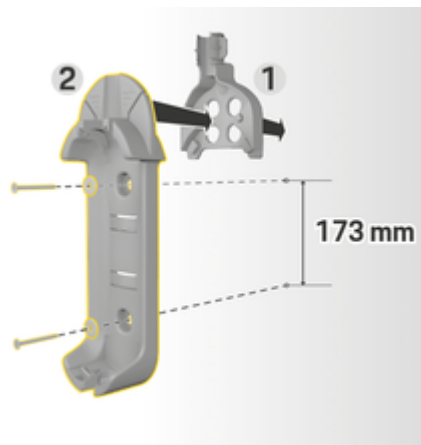

Bild 160 Borrmått
3. Tryck in vägghållaren (basutförande) 2 (Bild 160) i kabelhållaren 1 (Bild 160) framifrån.